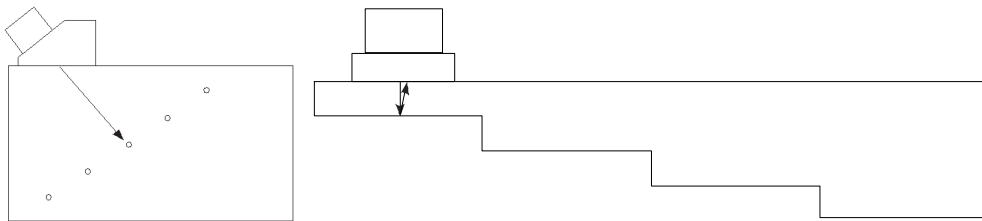

Рис. 5-20 Калибровочные образцы для калибровки кривой ВРЧ
1. Поместите датчик на калибровочный образец, как показано на Рис. 5-20 на стр. 142.